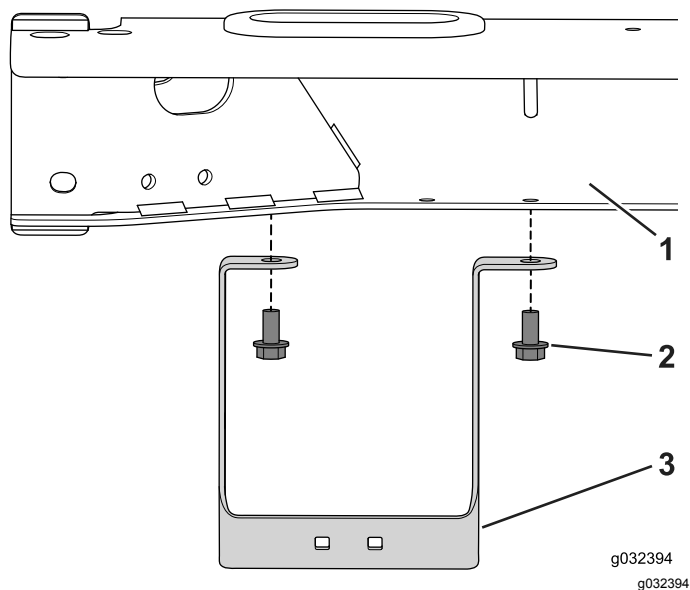

Figura 17
- Utilize os 2 parafusos (5/16 pol. x 5/8 pol.) para instalar o suporte na estrutura (Figura 17).